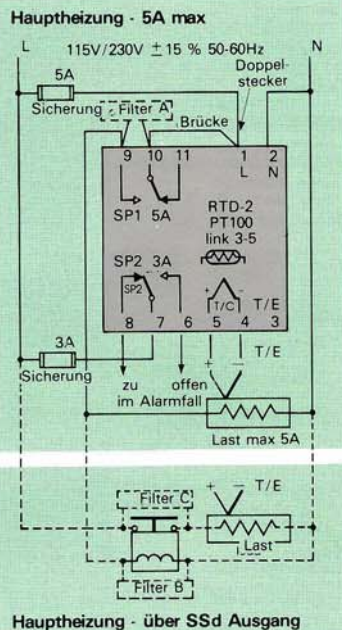

Fig. 5
4. **WICHTIG:** Wenn induktive Lasten (AC) geschaltet werden, externen Widerstand (0,1 µF/100 Ohm), zur Interferenzunterdrückung und für Gewährleistung langer Relaislebensdauer einsetzen. Bild 5